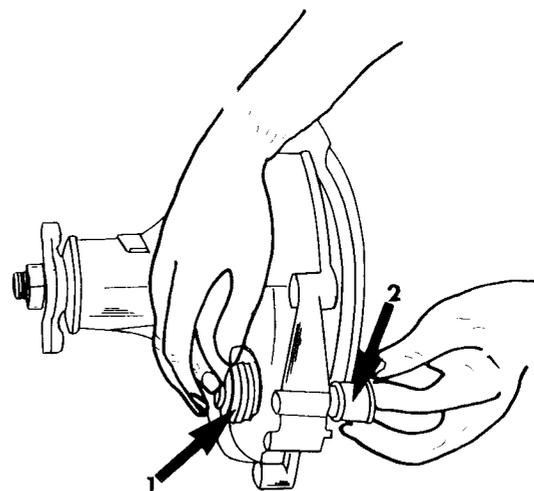

Bild 107
- Die Schaltwühlwelle montieren und die Plastikbüchse anbringen. Den Gummibalg befestigen. Bild 107 zeigt den Einbau dieser Teile.